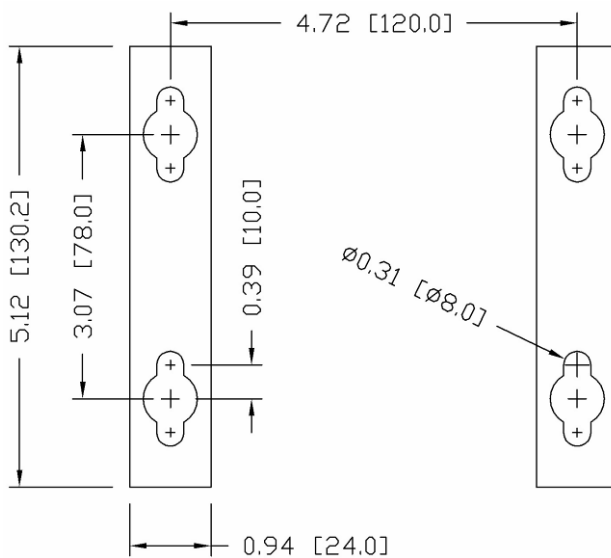

Figura 2-23: Dibujo del patrón de orificios de montaje
4. Marque la posición de los orificios de montaje sobre la superficie vertical según las dimensiones que se muestran en la Figura 2-23.